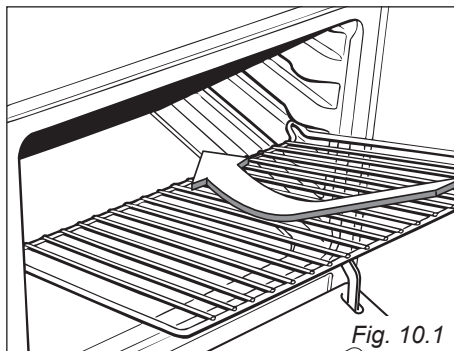

Fig. 10.1
- Avvitare i telai laterali alle pareti del forno (fig. 10.1).